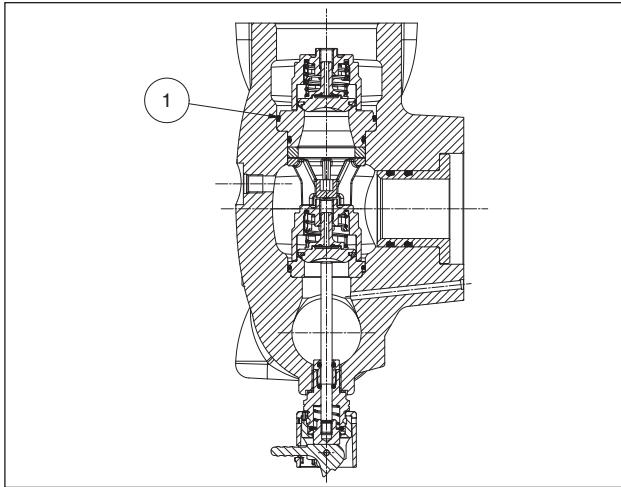

Fig. 124
**Prestare particolare attenzione all'inserimento dell'O-ring indicato in pos. ①, Fig. 124.